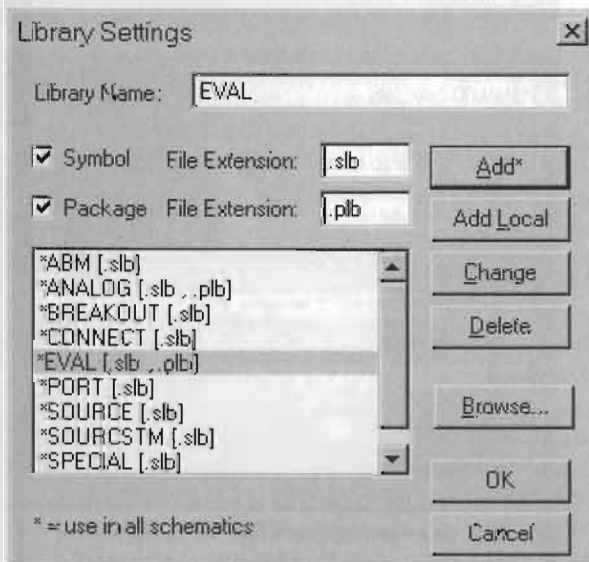
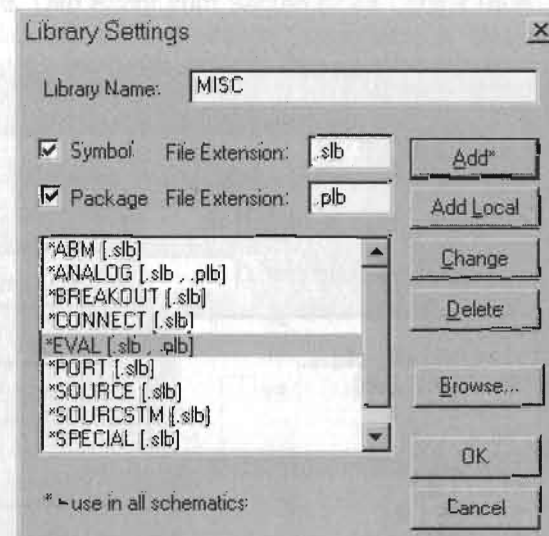

Bild 10.4: Das Fenster LIBRARY SETTINGS nach dem Markieren von EVAL [.slb,.plb]
Bild 10.5: Das Fenster LIBRARY SETTINGS mit Vorbereitung zur Aufnahme der Datei MISC
3. Markieren Sie EVAL[.slb,.plb] und bringen Sie dadurch den Eintrag EVAL in die Eingabezeile LIBRARY NAME. (Bild 10.4):
4. Setzen Sie in der Eingabezeile LIBRARY NAME den Schreibcursor direkt hinter den Eintrag EVAL (Bild 10.4) und löschen Sie durch viermaliges Drücken der Taste <Backspace> den Eintrag EVAL. Schreiben Sie anschließend MISC in die Eingabezeile (Bild 10.5).